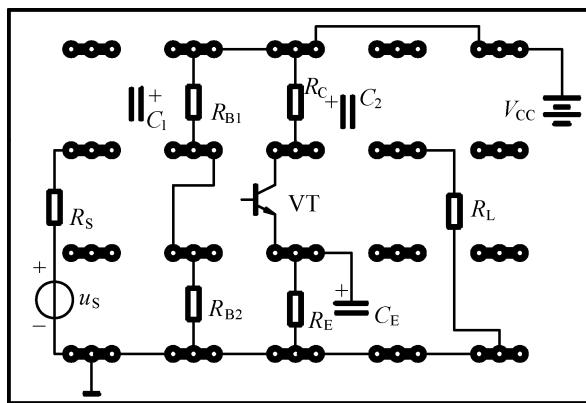

图 4-5
(1) 如图 4-5 所示, 试将所缺连线在电路板上通过焊盘补画完整 (要求一孔一线)。